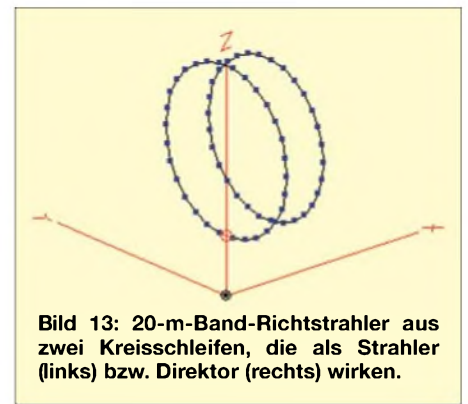

Bild 13: 20-m-Band-Richtstrahler aus zwei Kreisschleifen, die als Strahler (links) bzw. Direktor (rechts) wirken.
Mit *OK* ist das 30-Eck bereits im *Wires*-Menü definiert. Wir löschen dort den ersten Draht und platzieren die Quelle auf Draht 1 der Kreisschleife. Nun folgt der Direktor mit den vom Strahlerkreis abweichenden Daten: Umfang 21 m und Koordinaten $x, y, z = 2, 0, 6$. *OK* erledigt wieder alles. Wir speichern diese Antenne unter (7) *Kreisschleife, Dir, 22m, 6m.ez*. In *View Antenna* überzeugen wir uns, dass zwei vertikale Kreisschleifen im Abstand von 2 m in 6 m Höhe erkennbar sind, Bild 13.